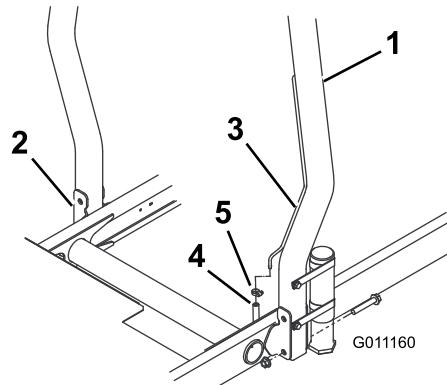

Figura 12
1. Baje la barra anti-vuelco sobre los soportes de montaje de la unidad de tracción, alineando los taladros de montaje. Asegúrese de que el tubo de ventilación de la barra anti-vuelco está en el lado izquierdo de la máquina (Figura 12).
2. Fije cada lado de la barra anti-vuelco a los soportes de montaje con 2 pernos y contratuerca (Figura 12). Apriete las fijaciones a 81 N·m.